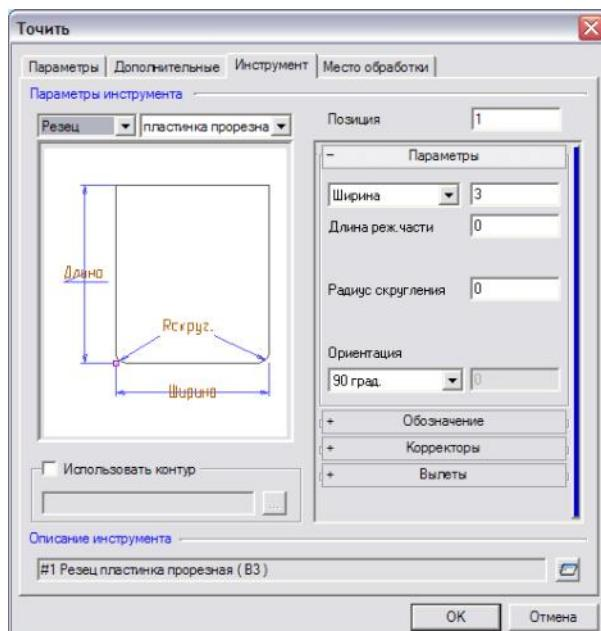

Рисунок 11. Вкладка Инструмент
3. Перейдите на закладку "Инструмент" (см. рис. 11). Наведя на нее курсор, и нажмите левую кнопку мыши.